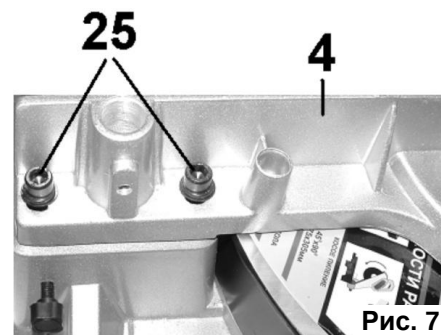

Рис. 7
- Ослабьте четыре винта (25).
- Передвигая упор (4), установите прямой угол между плоскостью пильного диска (15) и плоскостью упора (4) по угольнику (не комплектуется).
- Положение упора (4) зафиксируйте винтами (25)(См. Рис.7).